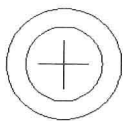

图 3-5-11
(2) 命令行提示“指定圆环的内径<0.0000>”, 输入“200”, 按 Enter 键。也可以单击两个点, 两点之间的距离将会作为内径。
(3) 命令行提示“指定圆环的外径<100.0000>”, 输入“300”, 按 Enter 键。
(4) 命令行提示“指定圆环的中心点或<退出>”，此时光标的位置会显示出一个圆环，如图 3-5-11 所示。